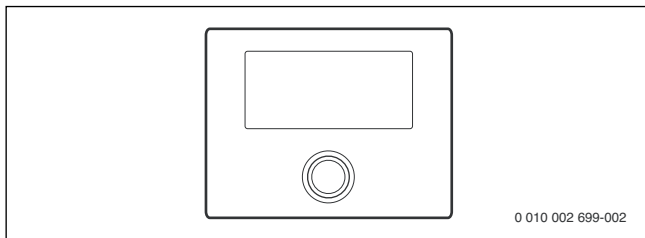

Fig. 4 Unitate de comandă (reprezentare exemplificativă)
- Unitate de comandă integrată în aparat, pentru reglare în funcție de temperatura exterioară (→ Fig. 4)